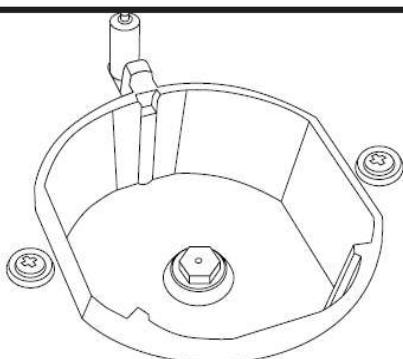

Рис. 2
2. Снимите конфорку вместе с крышкой, вы увидите жиклер (Рис. 2).